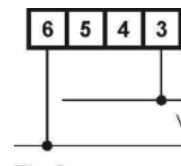

Fig. 2
- Quando è impiegato come voltmetro, eseguire i collegamenti di Fig. 2 e seguire le indicazioni di TAB. A.
- When the device is applied as voltmeter, the wiring showed in Fig. 2 and the instructions of TAB.A have to be made.